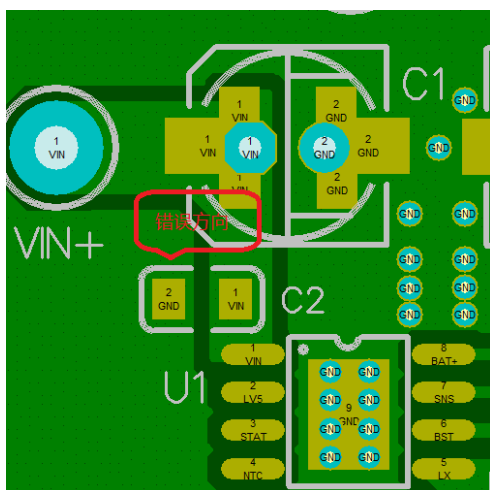

图 2 (C2 电容错误方向)
- 2、输入小容量贴片电容 C2 尽量靠近芯片第一脚和底盘，注意 C2 的放置方向，尽量放置在输入大电流回路，如下图 2, 3 所示：